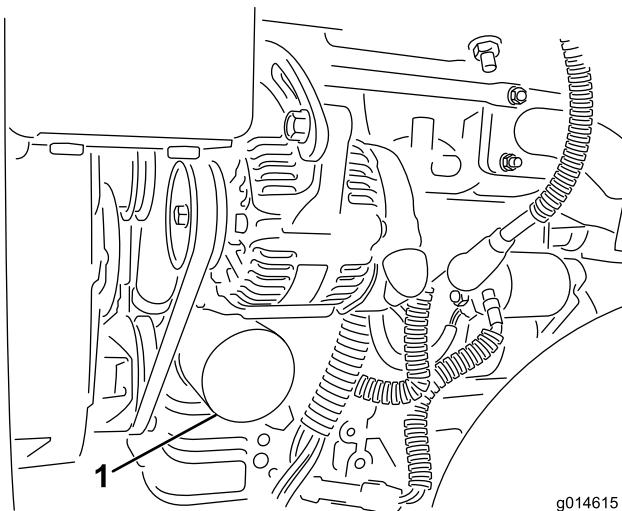

Bild 44
- Entfernen Sie den Ölfilter (Bild 44). Ölen Sie die neue Dichtung am Ölfilter leicht mit frischem Öl ein.